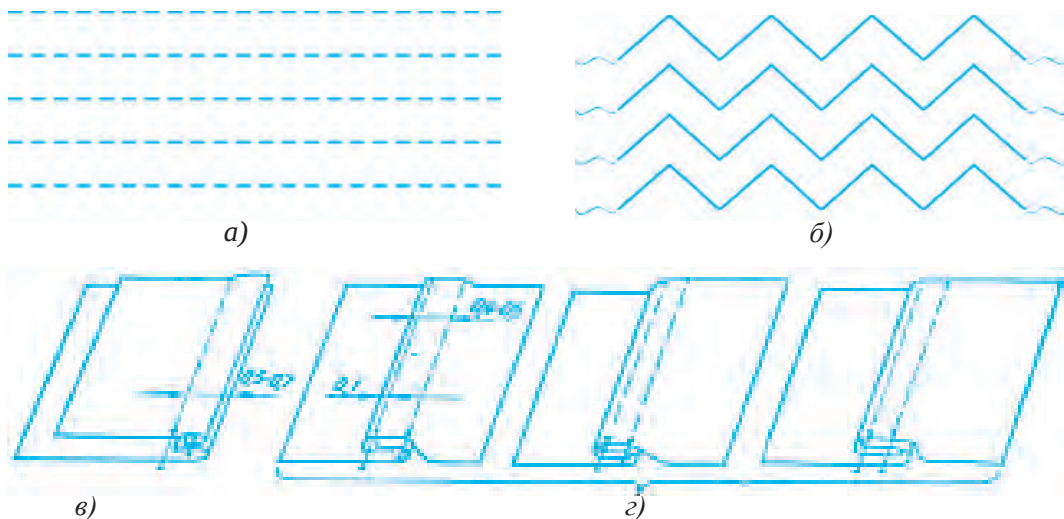

Рис.33. Образцы строчек и бельевых швов: а – параллельные строчки; б – зигзаг строчки; в – двойной шов; г – запошивочный (бельевой) шов.
8. Для шитья параллельных строчек на образце размером 20х20 см при помощи линейки начертить сначала одну линию и по ней прошить одну крупную строчку. Далее строчки шьются параллельно на желаемом расстоянии друг от друга (рис.33, а).
9. Зигзаг строчка шьется подобно параллельной (рис.33, б).
Двойной шов (рис.33, в) применяется при шитье одежды, простыней, легкой детской одежды из хлопчатобумажной ткани. Для его выполнения детали складываются изнаночной стороной вверх и прошиваются соединительным швом на расстоянии 0,3–0,4 см от края,
Запошивочный (бельевой) шов (рис.33, г) используется при шитье белья, специальной одежды, костюмов без подкладки. Ширина готового шва составляет 0,5–0,7 см. Для выполнения такого шва детали складываются лицом к лицу, при этом край нижней детали выводится на 0,3–0,5 см, заворачивается наверх и прошивается на расстоянии 0,1–0,2 см внутрь от края. Затем деталь выворачивается, закрывает срез и по вывернутому краю прокладывается второй шов на расстоянии 0,1–0,2 см.